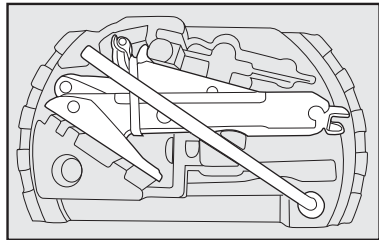

fig. 10
13) colocar o macaco e as ferramentas utilizados no suporte das ferramentas no local apropriado, de modo a evitar vibrações, ou que se solte durante a marcha **fig. 10**;